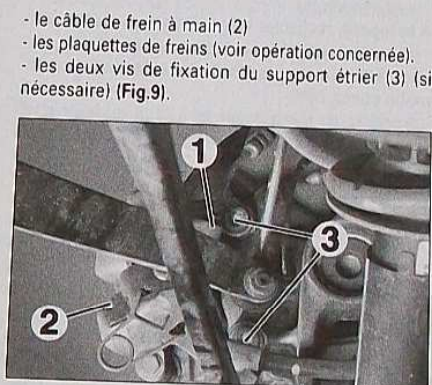

FIG. 9
- le flexible de frein (1) (Fig.9).
- le câble de frein à main (2)
- les deux vis de fixation du support étrier (3) (si nécessaire) (Fig.9).
- les deux vis de fixation du support étrier (3) (Fig.9).